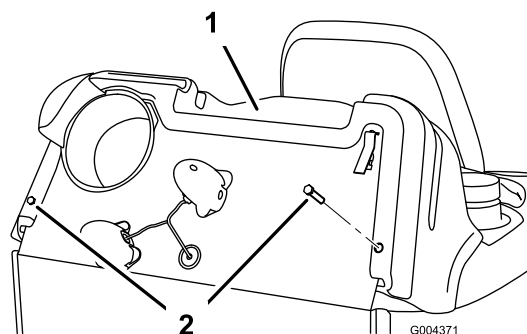

Figura 25
5. Togliete i dispositivi di fissaggio che consentono il montaggio del cofano del motore al telaio della macchina (Figura 25). Consertave tutte le parti.